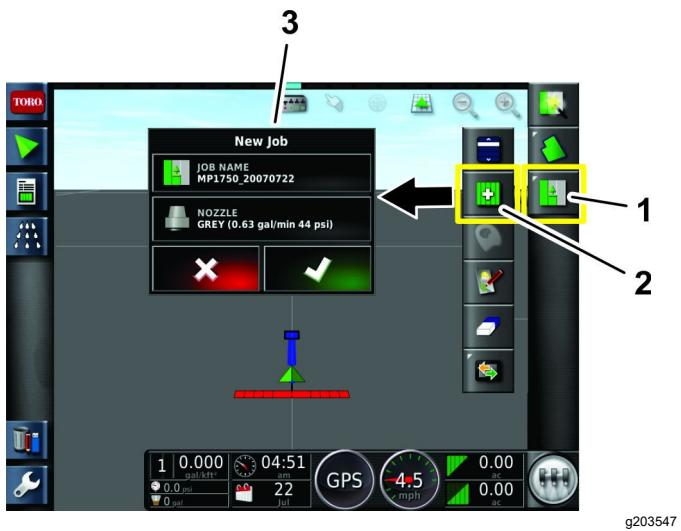

Figura 44
5. Pulse el ícono Menú de trabajos en la esquina superior derecha de la pantalla (Figura 44).
6. Introduzca un nombre de trabajo nuevo o deje el indicador de hora predeterminado (Figura 44).